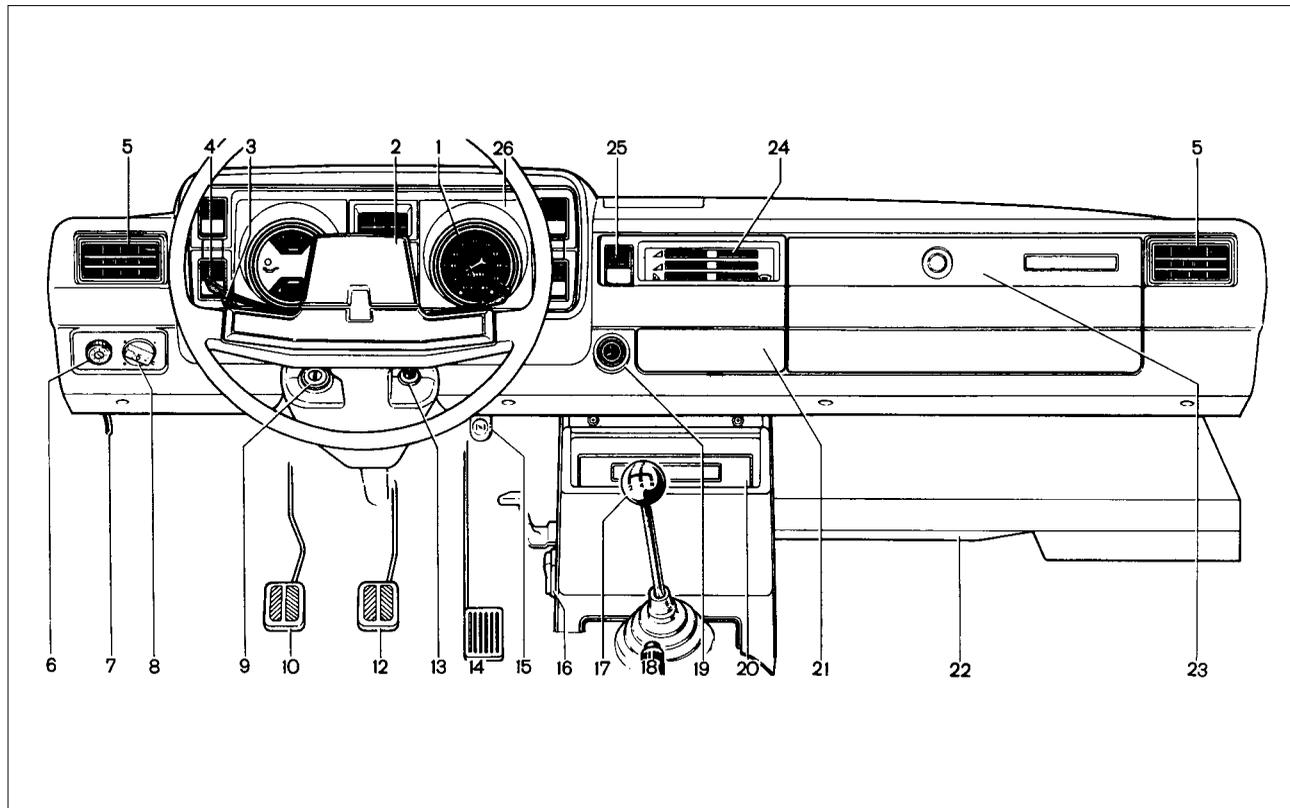

Рис. 18. Панель приборов
1 (рис. 18) – рычаг переключателя стеклоочистителей и омывателей.
- 6 – гидрокорректор фар (см. поз. 8, рис. 18).
- 10 – выключатель аварийной сигнализации (см. поз. 13, рис. 18).
14 – выключатель освещения приборов (см. поз. 6, рис. 18).
18 – рычаг стояночного тормоза (см. поз. 18, рис. 18).
23 – прикуриватель (см. поз. 19, рис. 18).
30 – рукоятка управления воздушной заслонкой карбюратора (см. поз. 15, рис. 18).